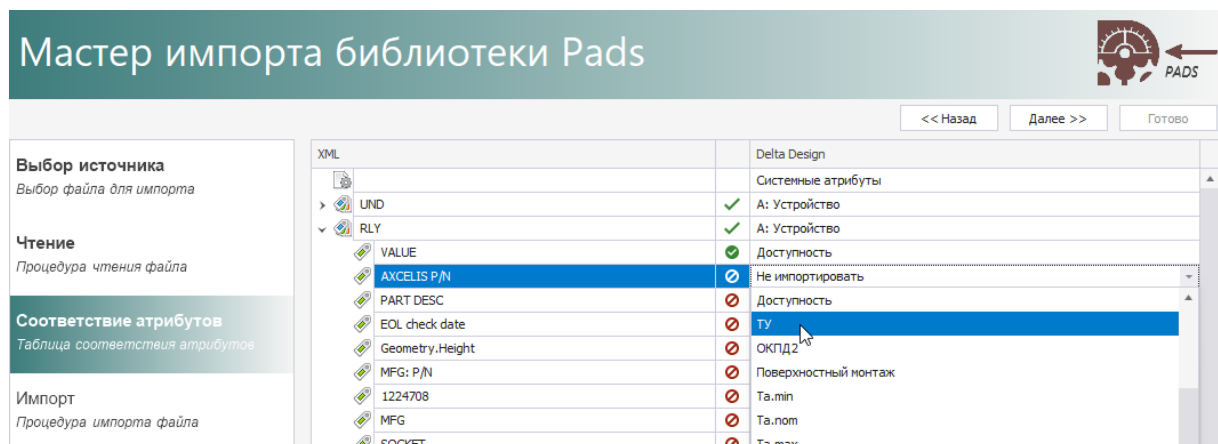

Рис. 8 Соответствие атрибутов
6. На этапе «Соответствие атрибутов» при необходимости выберите соответствующие атрибуты для компонентов, см. Рис. 8.